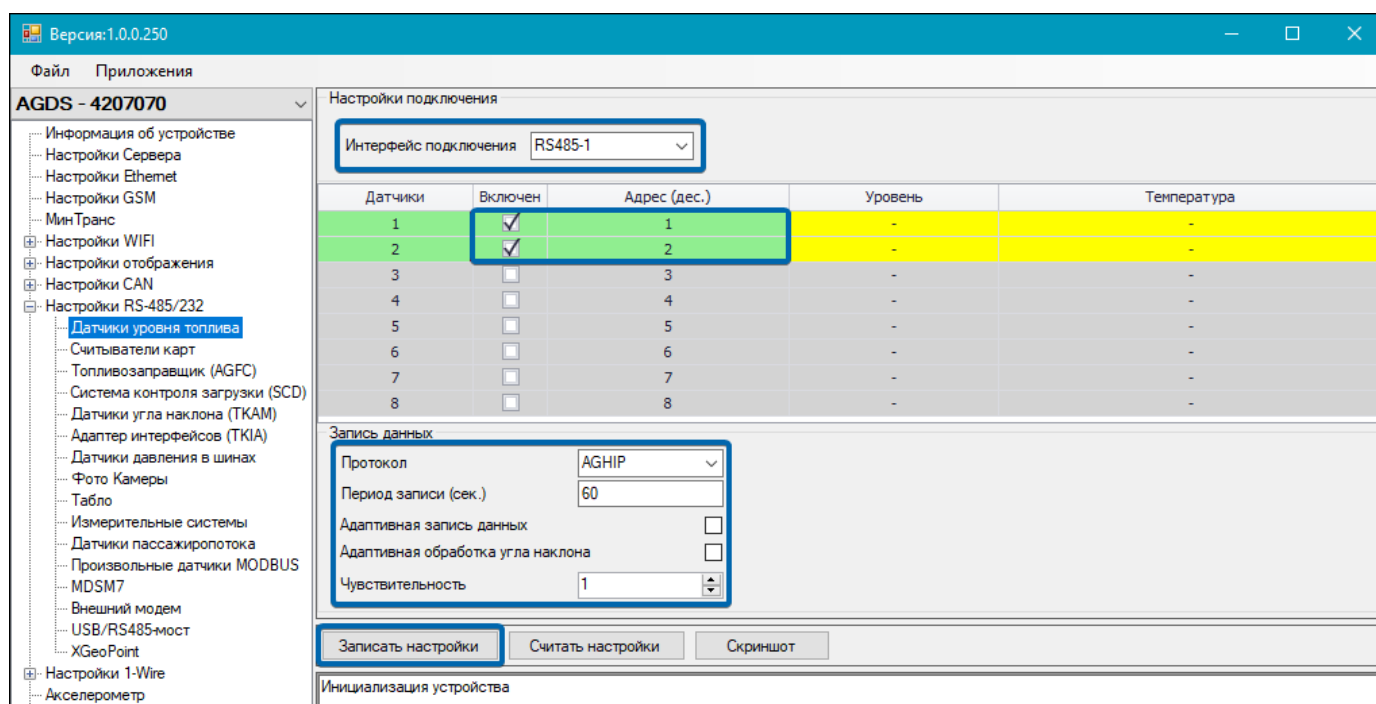

Рис.84. Рабочая область пункта «Датчики уровня топлива»
2. Выберите в списке программы-конфигуратора пункты Настройки RS-485/232 | Датчики уровня топлива (Рис.84).